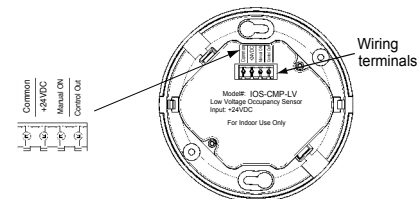

Figura 2
6. Conecte los cables de bajo voltaje de la unidad motriz en los terminales correspondientes en el sensor de ocupación. Consulte la siguiente tabla para obtener información sobre las designaciones de los cables. Consulte la Figura 2.